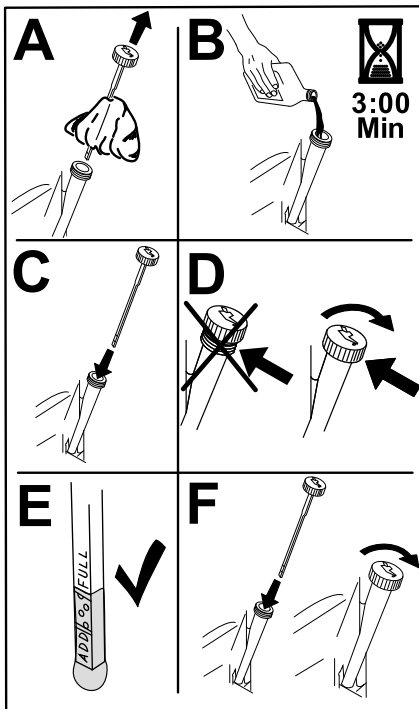

Bild 49
6. Gießen Sie langsam ungefähr 80 % der angegebenen Ölsorte in den Einfüllstutzen und füllen Sie dann vorsichtig mehr Öl ein, um den Ölstand an die **Voll**-Markierung zu bringen (Bild 49).